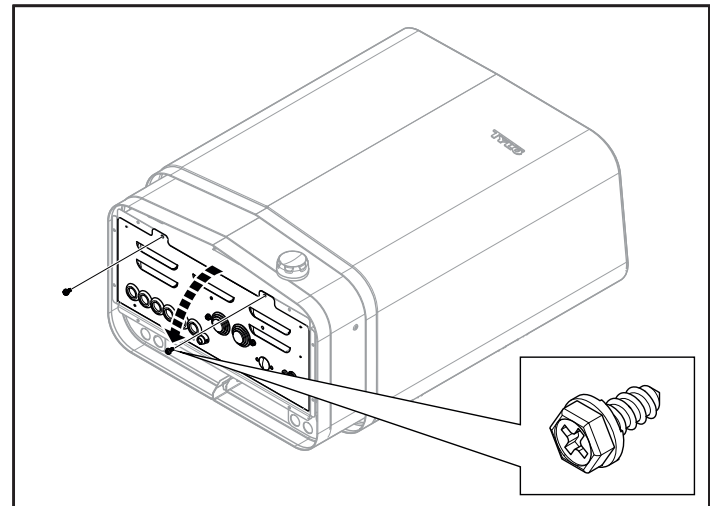

Abbildung 8: Abnehmen/Anbringen der Abdeckung
2. Drehen Sie die Schrauben heraus und entfernen Sie die Abdeckung (siehe Abbildung 8).
7. Montieren Sie die Abdeckung und ziehen Sie die Schrauben fest (siehe Abbildung 8).